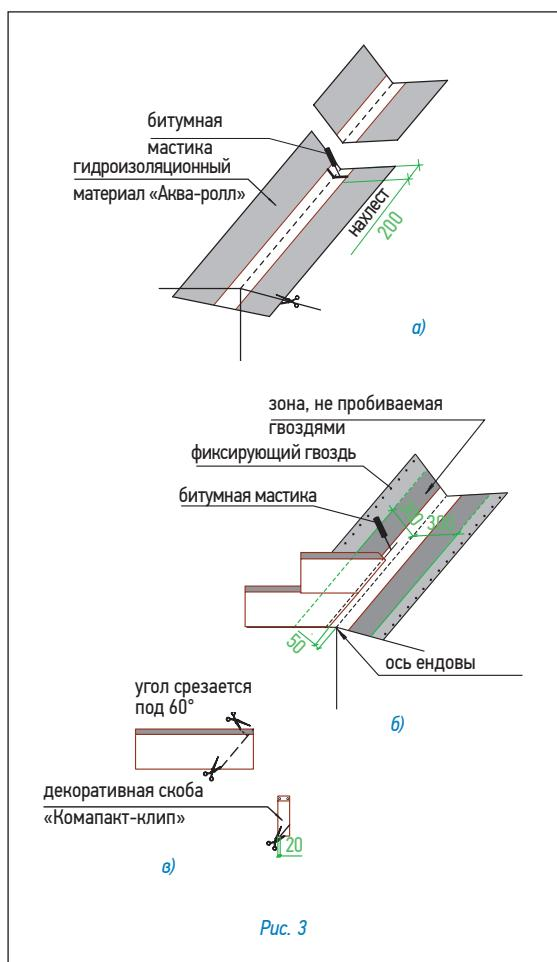

Рис. 3
Ендова (рис. 3)
- ровно по центру ендovy расстилается специальный рулонный материал «Аква-ролл», фиксируется в верхней части двумя гвоздями и обрезается в нижней части по линии карниза (рис. 3а);
2. «Аква-ролл» укладывается с нахлестом 20 см, место нахлеста тщательно обрабатывается битумной мастикой (рис. 3а).
- непосредственно перед укладкой в ендovу черепицы, защитная пленка с лицевой стороны «Аква-ролл» снимается и на самоклеящуюся поверхность укладываются листы черепицы, обрезанные в соответствии с заранее отбитыми линиями (рис. 3б).
Внимание: 1. Необходимо также подрезать верхний уголок обрезанного края листа (см. рис. 3в) для правильного стока воды.
2. Крепление обрезанного листа к медной части «Аква-ролл» осуществляется при помощи сплошной полосы битумной мастики (рис. 3в).
4. В случае, если скоба «Компакт-клип» приходится на место обреза листа, можно либо обрезать накладку, оставив минимум 2 см в нижней части (рис. 3в), либо произвести укладку листов без использования накладки.
Енды (рис. 3)
- ровно по центру ендды расстилается специальный рулонный материал «Аква-ролл», фиксируется в верхней части двумя гвоздями и обрезается в нижней части по линии карниза (рис. 3а);
- непосредственно перед укладкой в енды черепицы, защитная пленка с лицевой стороны «Аква-ролл» снимается и на самоклеящуюся поверхность укладываются листы черепицы, обрезанные в соответствии с заранее отбитыми линиями (рис. 3б).
2. Крепление обрезанного листа к медной части «Аква-ролл» осуществляется при помощи сплошной полосы битумной мастики (рис. 3б).
Укладка материала (рис. 3)